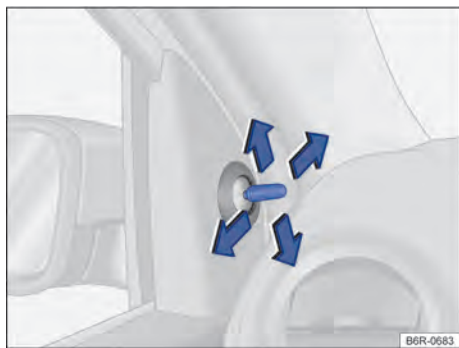

Fig. 77 En las puertas delanteras: mando de ajuste de los espejos retrovisores externos mecánicos.
- Mover el botón de ajuste en el revestimiento de las puertas delanteras → fig. 77.